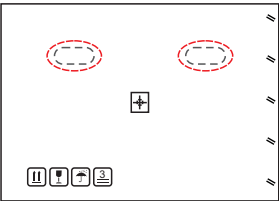

图3.3 纸箱搬运示意
1. 下面的红色圆圈表示产品包装上的镂空。以便于搬运逆变器纸箱（参见图3.3）。